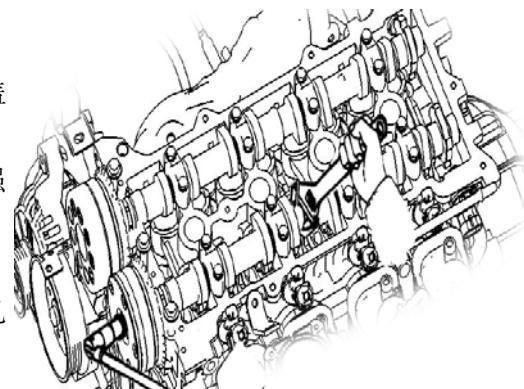

图 10-9
- 1) 拆下进、排气 VVT，见图 10-9（拆卸螺栓时严禁凸轮轴转动以免气门与活塞碰触损伤）；